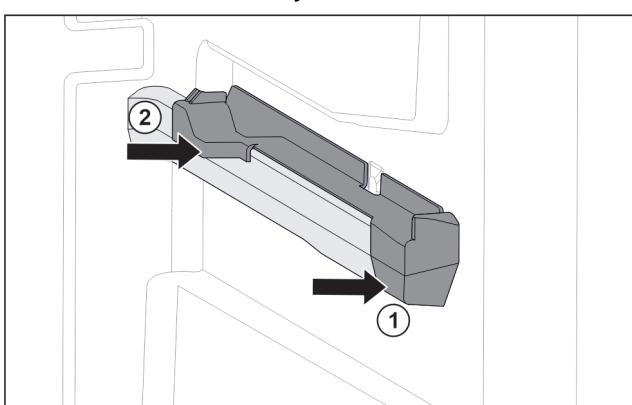

Fig. 94 Natični dio na desnom žlijebu spremnika
- Postavite natični dio sprijeda na žlijeb spremnika. Fig. 94 (1)
- Pritisnite natični dio straga. Fig. 94 (2)